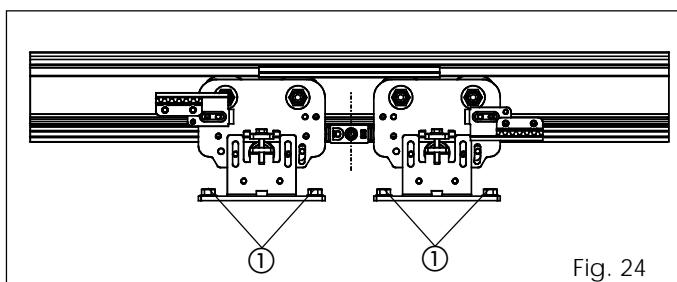

Fig. 24
Le porte serie 940 SM vengono fornite con i carrelli a battuta in corrispondenza del bordo di chiusura (fig. 24). Nel caso fosse necessario regolare il centro della porta, agire come segue:
- Allentare le viti di fissaggio (fig. 24 rif. ①) del carrello interessato. Avvicinare il carrello alla battuta fino ad ottenere il contatto tra i due.